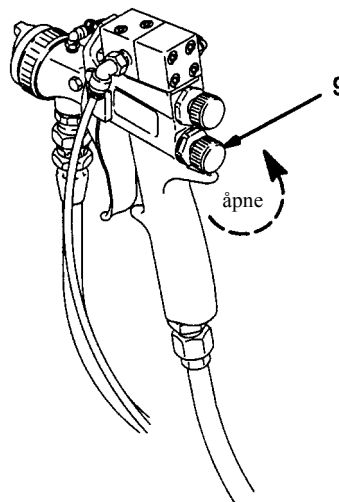

Fig. 7
- A. Fra en helt lukket posisjon dreies væskejusteringsskruen (9) fire hele omdreininger mot urviseren. Se Fig. 7.